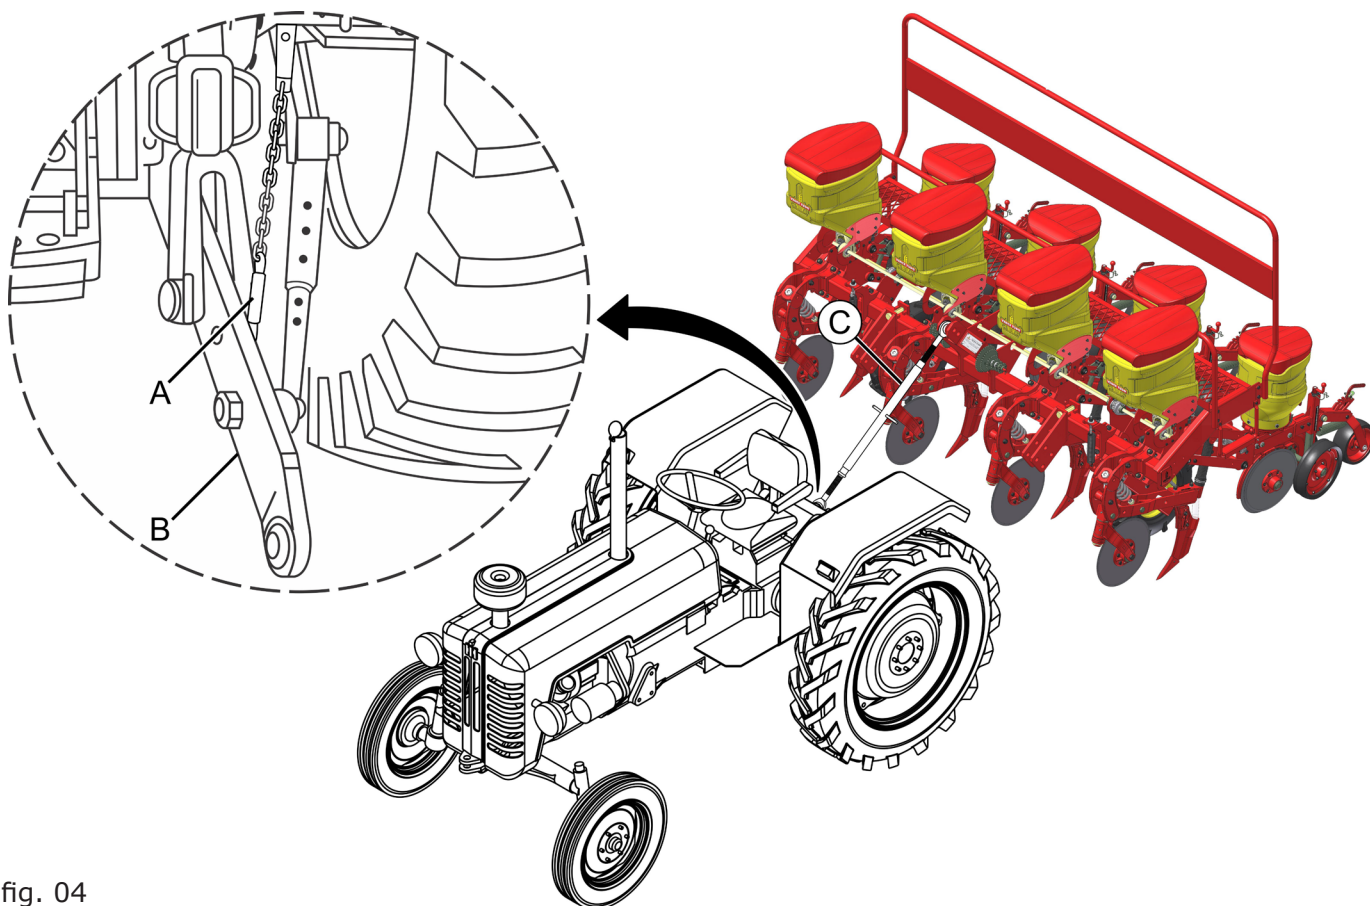

fig. 04
- **Nivelamento Transversal ou Lateral:** Gire a rosca (A) (fig. 04) do braço direito (B) do trator até obter a centralização;
- **Nivelamento Longitudinal:** Faça o giro do braço do terceiro ponto (C) (fig. 04) até atingir o nivelamento da seta indicativa ("X") (fig. 03).